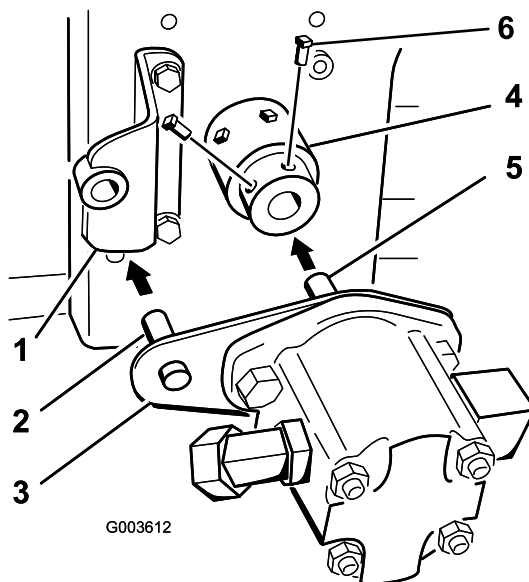

Figura 21
Nota: El eje de la bomba hidráulica tocará el extremo del eje de la TDF del motor (Figura 21).
11. Aplique un fijador de roscas no permanente a los 2 tornillos de fijación (5/16" x 3/4") e instálelos en el conjunto del cubo para sujetar el eje de la bomba hidráulica (Figura 21).